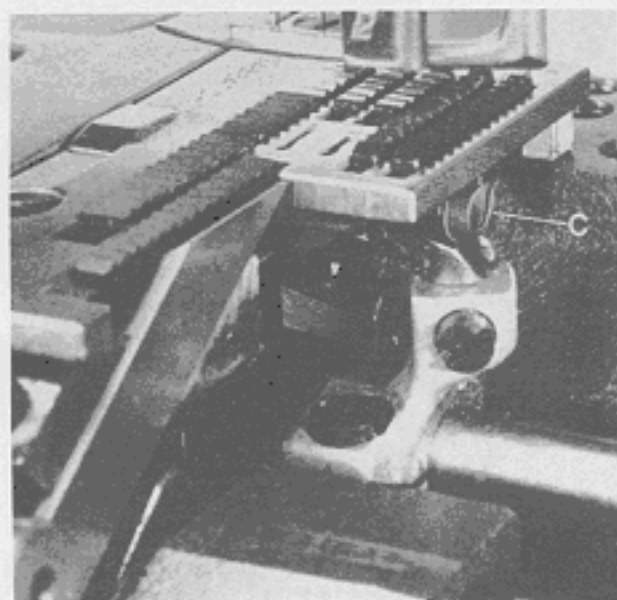
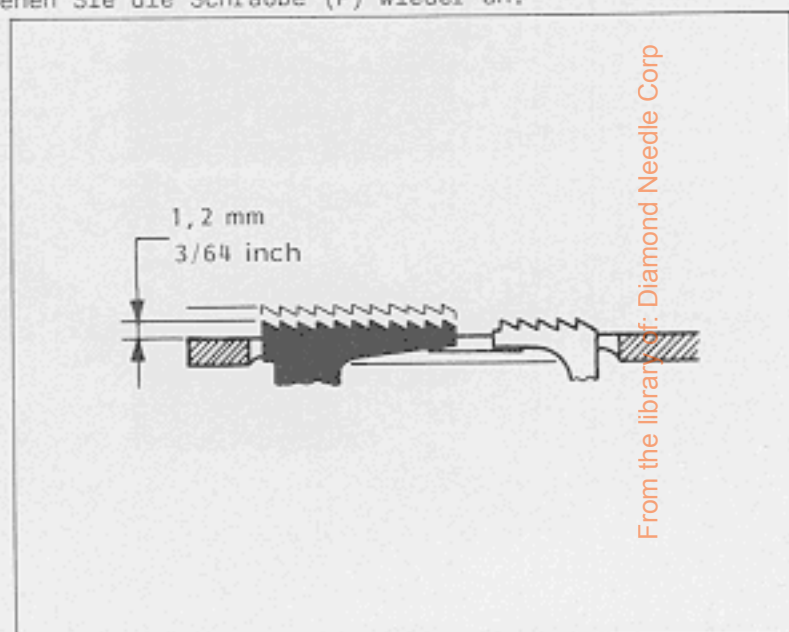

Fig.31
Fig.30
Turn pulley until the feed dogs are at their highest point of travel. In this position, the left part of the main feed dog and the differential feed dog should be set to rise approximately 1,2 mm (3/64 in.) above throat plate (see Fig. 30).
Depending on thickness of fabric to be sewn, the right part of the main feed dog can be raised slightly for compensation if required, to obtain a uniform and even feeding of lace or elastic (see Fig. 30). The correct height has to be determined by sewing tests. After loosening screw (C, Fig. 31) the right part of the main feed dog can be set accordingly. Retighten screw (C).
Drehen Sie am Handrad bis die Transporteure in der höchsten Stellung sind. In dieser Stellung soll der linke Teil des Haupttransporteurs und der Differentialtransporteur etwa 1,2 mm über die Stichplattenoberfläche ragen (siehe Fig. 30).
Abhängig von der Dicke des Nähgutes kann zum Ausgleich der rechte Teil des Haupttransporteurs bei Bedarf etwas höher gestellt werden, so daß Spitze oder Gummiband sauber und glatt transportiert wird (siehe Fig. 30). Die richtige Höhe wird durch Nähversuche ermittelt. Nach Lösen der Schraube (C, Fig. 31) läßt sich der rechte Teil des Haupttransporteurs entsprechend einstellen. Ziehen Sie die Schraube (C, Fig. 31) wieder an.